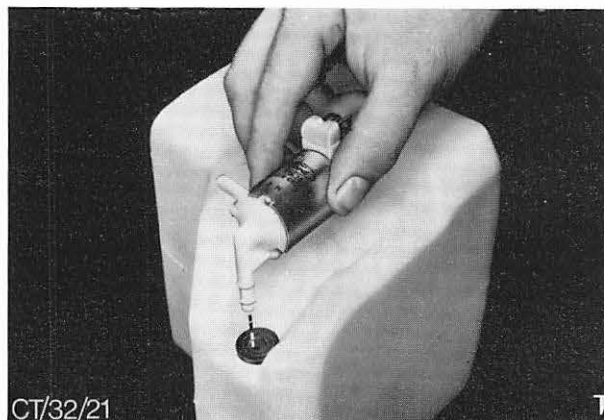

Abb. 47 Saugstutzen – Pumpe durch die Gummitülle im Vorratsbehälter einführen
6. Pumpe am Vorratsbehälter in die Klammer befestigen. Abb. 47.
4. Pumpe am Vorratsbehälter anbringen und fest in die Halterung drücken. Abb. 47.